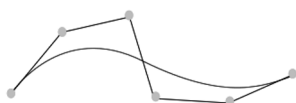

Рис. 9.2. Определение геометрии кривой NURBS
- NURBS (Неоднородные рациональные В-сплайны) (рис. 9.2)